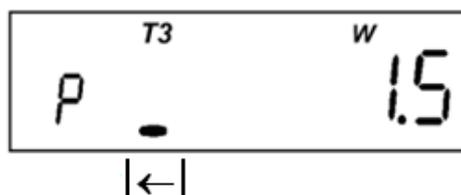

Рисунок 17
- прогнозируемая отпущенная активная мощность (отображается мнемоникой "*W*" и маркером " $\leftarrow$ "). Только для двунаправленных счетчиков (Рисунок 17):